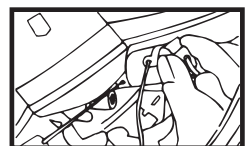

FIG. 35
4. Pour installer le barillet de serrure neuf, rebrancher l'avertisseur d'oubli de la clé de contact, et s'assurer que les composants sont à la position « RUN » et que la goupille de retenue est enfoncée. Ensuite, insérer le barillet de serrure dans l'enveloppe de la colonne de direction et tourner la clé de contact à « OFF » afin d'asseoir la goupille de retenue (voir figure 35).